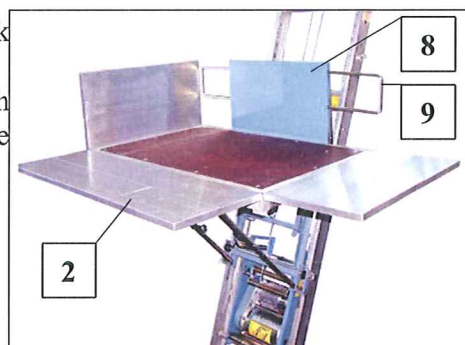

Fig. 53 Justera lämmar
- Den främre lämmen (8) kan likaledes fällas ned (t ex för lättare urlastning på övre stegbaneänden).
- Skjut skyddsbygel (9) inåt (se Fig. 53).
- Lyft lämmen (8) uppåt, fäll ned och skjut in i plattformens ram.